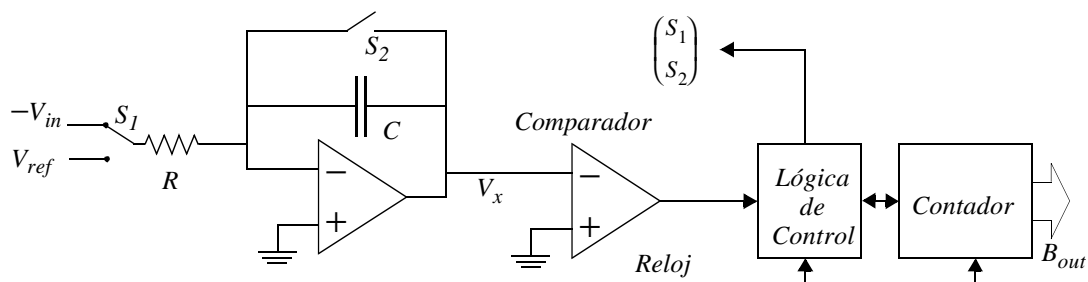

Figura 1: Convertidor A/D de doble rampa.
- 3.2) Considere un convertidor A/D de 18 bits, de integración de doble rampa, como el mostrado en la Figura 1, y donde $V_{ref} = 10V$, $C=100pF$ y la frecuencia de reloj es de 1MHz. ¿Determinar el valor de R necesario para que la salida del opamp nunca exceda los 10 voltios cuando la entrada varía entre 0 V y 10 V?
- 3.3) Determine a que corresponde la palabra digital de salida del convertidor de la Figura 1 cuando el amplificador tiene una tensión de offset de V_{off1} y el comparador de V_{off2} .
- 3.4) ¿Cual es el error de offset (en LSBs) del convertidor de la Figura 1 cuando el amplificador del integrador tiene un offset de tensión referido a la entrada de 20mV?